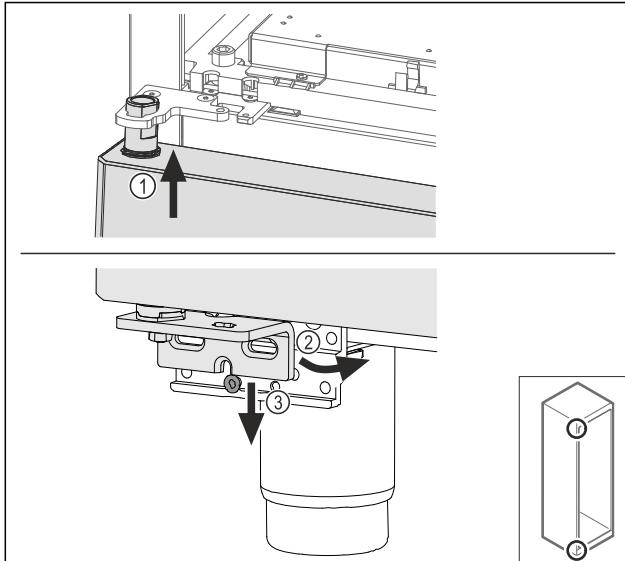

Fig. 64
- Наденете леко наклонената нагоре врата Fig. 64 (1), подравнете вратата напред Fig. 64 (2) и я поставете отдолу върху винта на опорна стойка Fig. 64 (3).